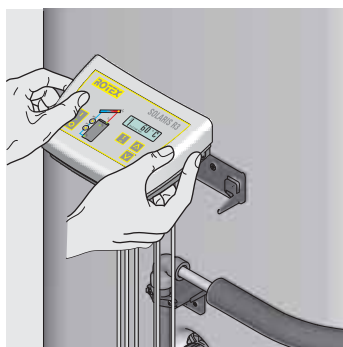

Figura 3-31 Fase di lavoro 5
- Assicurarsi che i capi dei cavi (come illustrato da Figura 3-29 a Figura 3-31) siano rivolti verso il basso.